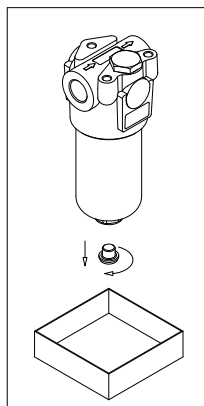

fig. 1
- (Fig. 1) Dove presente, svitare il tappo di drenaggio predisponendo un recipiente per la raccolta del fluido di lavoro